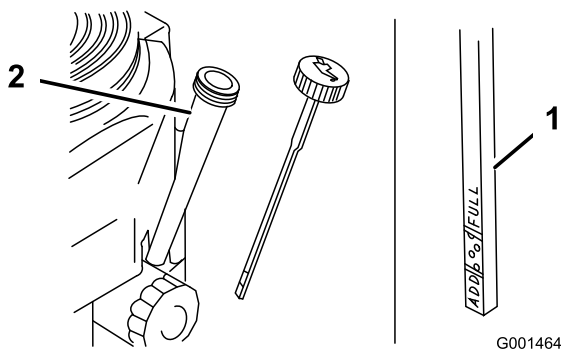

Figura 16
3. Pulite attorno all'asta di livello (Figura 16).
- Estraete l'asta di livello e pulitene l'estremità (Figura 16).
- Inserite totalmente l'asta nel tubo dell'asta senza infilarla nel collo del bocchettone (Figura 16).
- Estraete l'asta e controllate l'estremità. Il livello dell'olio deve essere tra la tacca Add e quella di pieno (Full) (Figura 16).